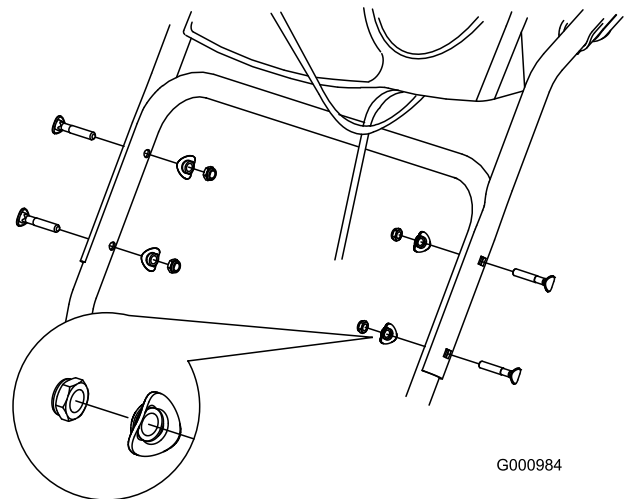

Figura 3
1. Sollevate il gruppo stegola superiore, giratelo e posizionate sopra la stegola inferiore (Figura 3).
2. Montate 2 bulloni per stegola, 2 rondelle curve e 2 dadi di bloccaggio nei fori della stegola inferiore (Figura 3).